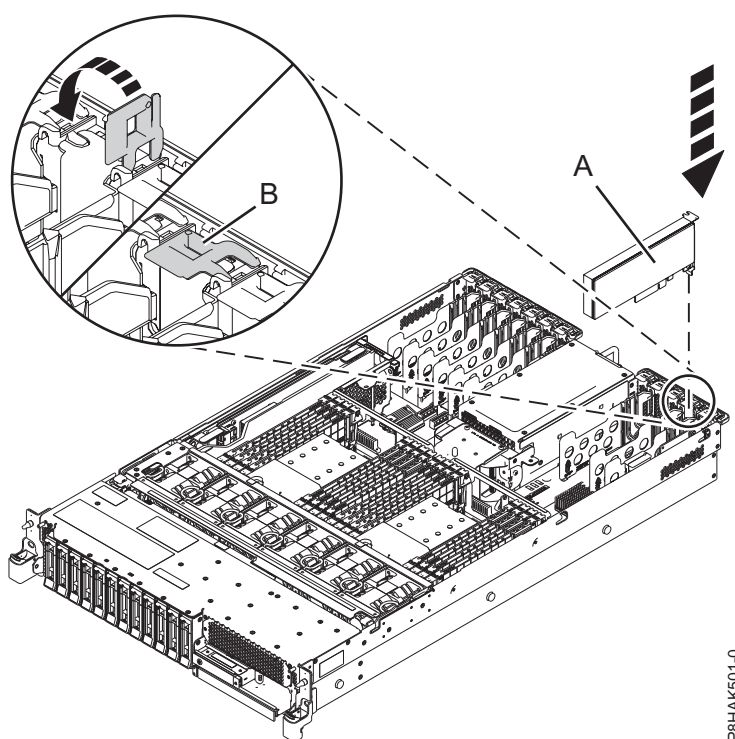

Figura 17. Instal·lació o substitució d'un adaptador PCIe al sistema 5148-21L, 5148-22L, 8247-21L, 8247-22L, 8284-21A, o 8284-22A
5. Si el pestell d'adaptador (B) de la ranura de destinació encara no està en la posició d'obertura, estireu el pestell fins que es col·loqui en posició d'obertura fent-lo girar cap a fora del clip de la part posterior del sistema, tal com es mostra a la Figura 17.
6. Agafeu amb compte l'adaptador per l'extrem superior o per la contrapunta i alineu-lo amb la ranura i el seu connector de la placa posterior del sistema (A), tal com es mostra a Figura 17.
8. Per bloquejar l'adaptador dins la seva ranura, feu girar el pestell d'adaptador (B) en la direcció que es mostra a la Figura 17.